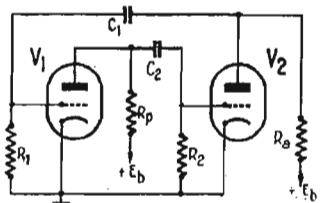
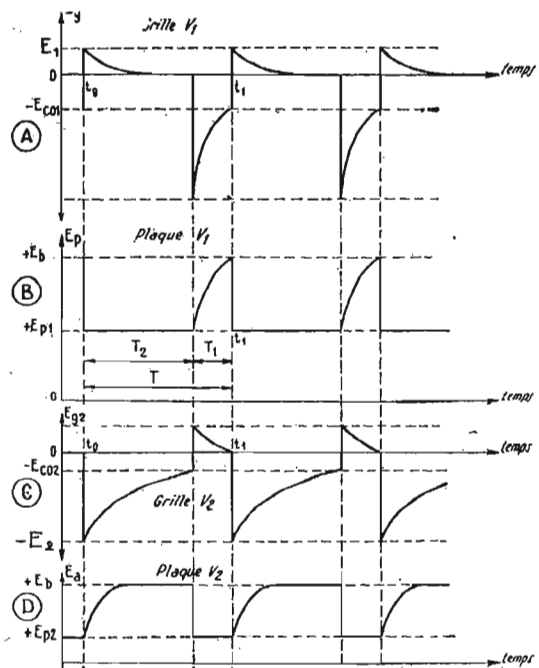

FIG. 1
FIG. 2
Le montage de ce multivibrateur est donné par la figure 1. Si l'on fait abstraction de la connexion reliant  $C_1$  à la grille de  $V_1$ , on se trouve en présence du schéma d'un amplificateur à résistances-capacités à deux lampes triodes, avec entrée sur la grille de  $V_1$  et sortie du signal amplifié sur la plaque de  $V_2$ .
La figure 2 montre la forme des signaux en différents points du montage de la figure 1.
La forme des tensions mesurées entre les diverses électrodes et la masse est indiquée sur la figure 2. Soient :
Le grille étant au cut-off, le courant de plaque de  $V_1$  est, par conséquent, nul et la tension à la plaque,  $E_p$  est égale à la tension d'alimentation  $E_b$  (fig. 2 B).
En supposant que la tension grille de  $V_2$  (figure 2 C) est zéro volt, le courant plaque de  $V_2$  a une certaine valeur et la tension à la plaque,  $E_a$  est égale à  $E_{p2}$  évidemment inférieure à  $E_b$  (fig. 2 D).
La grille de V1 étant au cut-off, C1 se décharge dans R1, ce qui fait monter la tension de cette grille qui devient rapidement positive (figure 2 A).
(fig. 2 B) baisse rapidement de  $E_p = E_b$  (courant nul) à  $E_p = E_{p1}$ .
Cette variation rapide est transmise par C2 à la grille de V2 (fig. 2 C) dont la tension diminue rapidement de  $E_{g2} = 0$  à  $E_{g2} = -E_2$ , valeur plus négative que le cut-off  $-E_{co2}$  de cette lampe.
De ce fait la tension à la plaque de V2 (fig. 2 D) passe de  $E_{p2}$  à  $E_b$ .
Dans ces conditions C1 se charge à travers l'espace grille-cathode de V1. La tension de la grille diminue exponentiellement très vite (fig. 2 A).
Pendant ce temps, la lampe V2 étant bloquée, C2 se décharge exponentiellement dans R2 (voir fig. 2 C), ce qui a pour effet de monter exponentiellement la tension à la grille de V2 depuis  $-E_2$  jusqu'à la valeur de cut-off de cette lampe,  $-E_{co2}$ , ceci a lieu à  $t = t_2$  fin de l'aller.
A ce moment, la lampe V2 devient conductrice, la tension plaque diminue rapidement (fig. 2 D) et cette diminution est transmise par C1 à la grille de V1 qui devient très négative.
On voit, en examinant la forme des signaux de la figure 2, qu'ils ne sont pas tout à fait rectangulaires. Le signal (D) est celui qui se rapproche le plus de la forme idéale. Il est d'ailleurs possible de réduire considérablement la durée de la montée de la tension  $E_a$  de sorte que le signal soit presque rectangulaire.
on reconnaît facilement dans ce schéma la disposition du montage à lampes de la figure 1. Il y a toutefois des différences importantes dues aux dispositifs de polarisation des électrodes des transistors. Les bases sont polarisées positivement par rapport aux émetteurs de ces transistors NPN, par des diviseurs de tension R1-
Le montage à lampes de la figure 1 peut être réalisé pratiquement. En utilisant des triodes genre 6SN7 ou ECC81, ECC83, ECC82, etc., ou deux 6C5, 6C4, 6J5, 6J4, etc., on peut obtenir une oscillation libre à une fréquence basse de l'ordre de 50 Hz avec les valeurs suivantes des éléments :  $R_1 = 2 \text{ M}\Omega$ ,  $R_p = 100 \text{ k}\Omega$ ,  $R_2 = 1 \text{ M}\Omega$ ,  $R_a = 2 \text{ M}\Omega$ ,  $C_1 = 50 \text{ 000 pF}$ ,  $C_2 = 0,1 \text{ }\mu\text{F}$ .
Si l'on désire synchroniser le multivibrateur de la figure 1, on appliquera des impulsions négatives à la grille de V1 ou des impulsions positives à la grille de V2, à condition que le signal de sortie soit prélevé sur le circuit de plaque de V2.